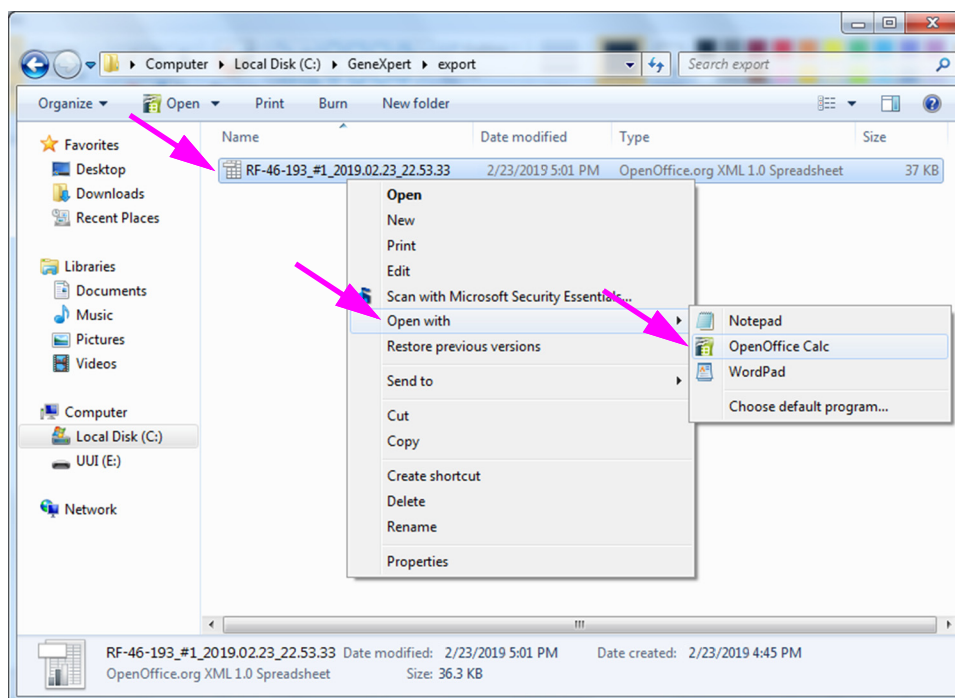

Figura D-1. Deschiderea unui fișier .csv pentru configurarea AOO (exemplu)
1. În folderul GeneXpert din sistemul dvs., navigați la folderul **Exportare (Export)**. Faceți clic dreapta pe fișierul .csv pe care doriți să îl deschideți. Când apare meniul vertical, faceți clic pe **Deschidere cu (Open with)** și selectați **OpenOffice Calc**. Consultați Figura D-1.